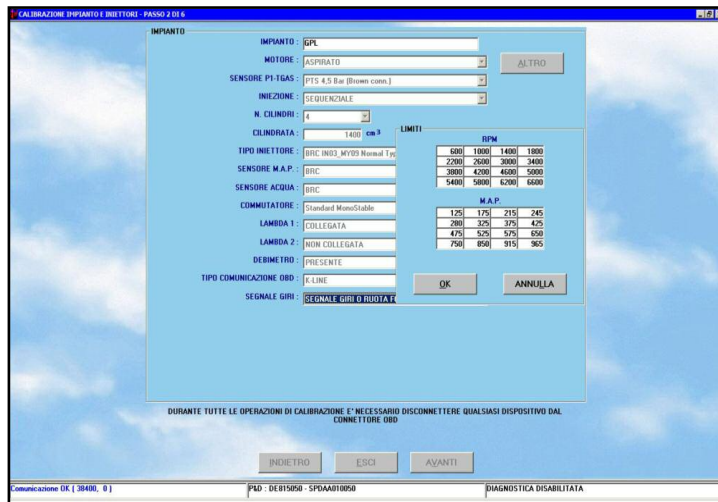

fig. 4-6
**NOTA:** premendo sul tasto *ALTRO* in alto, nella parte alta dello schermo, è possibile impostare dei limiti di funzionamento relativi al segnale giri motore ed alla pressione al collettore MAP, come visibile in fig. 4-6. Questa operazione non dovrebbe di norma essere effettuata, salvo diversa indicazione da parte dei tecnici BRC.